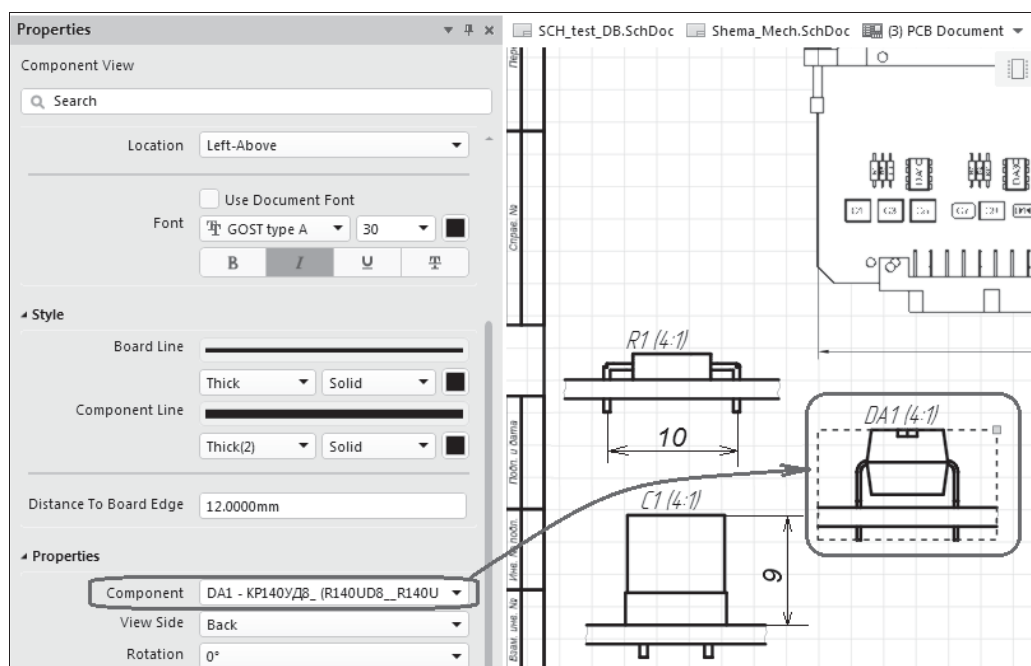

Рис. 12.16. Настройка вида установки и монтажа компонентов: панель **Properties** (слева); вид на чертеже (справа)
Изображение способов установки компонентов выполняется по команде меню **Place | Additional Views | Component View** — программа анализирует список компонентов (BOM) и размещает на экране вид сбоку на первый по списку компонент, установленный на плату (рис. 12.16, *справа*):
2. В секции **Scale** (на рис. 12.16 не показана) установите масштаб изображения.
3. В секции **Title** (на рис. 12.16 также не показана) составьте заголовок к изображению — например, позиционное обозначение и масштаб: **DA1 (4:1)**.